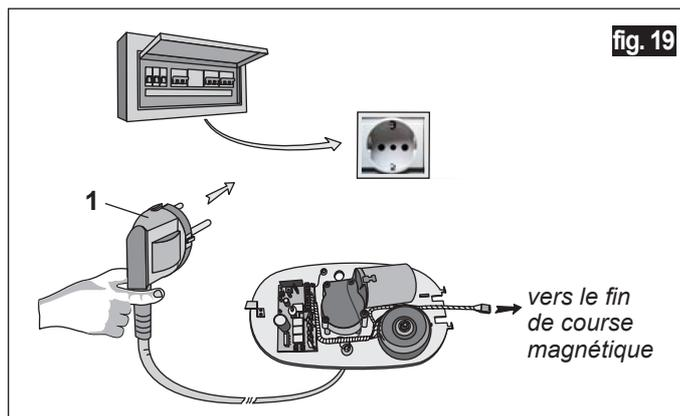

fig. 19
- Connexion via le câble fourni **Fig.19-réf.1**.